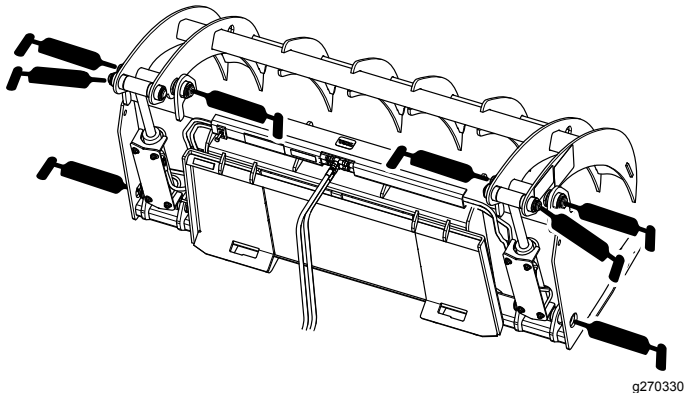

Figure 8
4. Raccordez une pompe à graisse à chaque graisseur (Figure 8).